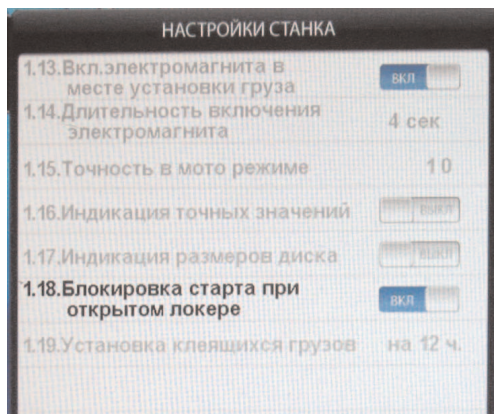

рис.17.4
17.12. Вторая страница настроек ( рис.17.4.).